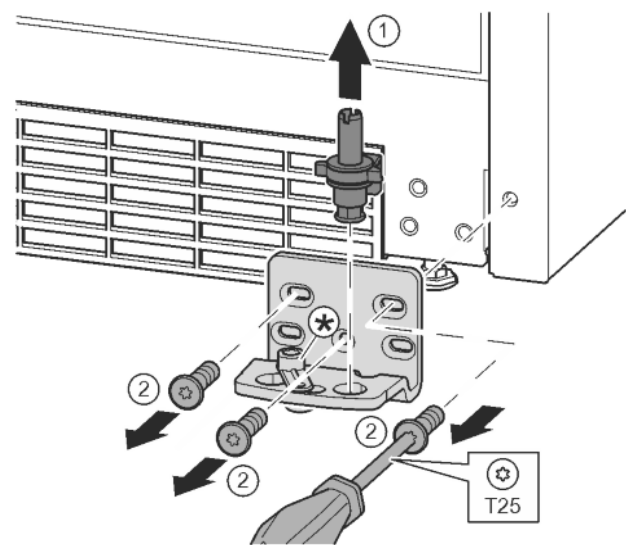

Fig. 10
- ▶ Опорний гвинт цілком витягніть рухом вгору. Fig. 10 (1)
- ▶ Викрутіть гвинти за допомогою викрутки T25 та зніміть опорний кронштейн. Fig. 10 (2)